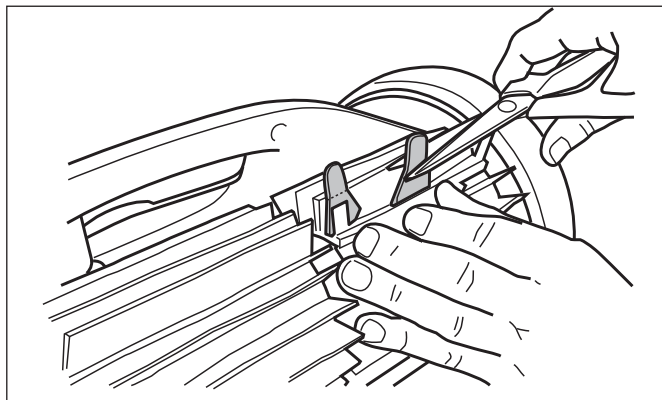

Figure 30. Couper les onglets
- Utilisez une paire de ciseaux pour couper les languettes à 3/4 pouce du talon, de sorte qu'elles ne soient pas plus hautes que la lame de nettoyage (Figure 30).